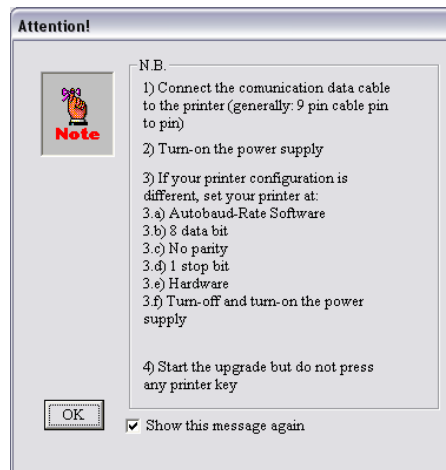

Рисунок 8 – Окно предупреждения.
2.12 В отобразившемся диалоговом окне нажмите на кнопку «OK» (см. рисунок 8).